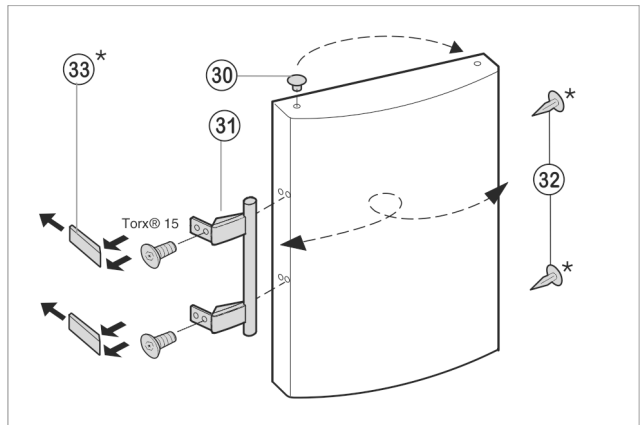

Fig. 8
- ▶ Retire el tapón Fig. 8 (30) del casquillo de cojinete de la puerta y cámbielo de sitio.
- ▶ Desmonte el tirador de la puerta Fig. 8 (31), los tapones Fig. 8 (32) y las placas de presión Fig. 8 (33) y cámbielos al lado opuesto.